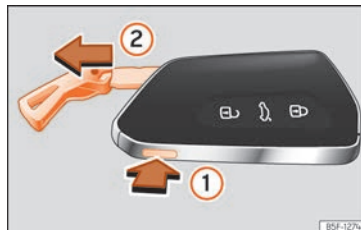

Fig. 83 Clé du véhicule : retirer le panneton.
- En appuyant une fois sur le bouton » fig. 83 (1), le panneton est libéré et un œillet apparaît en guise de porte-clés.
- Maintenez le bouton ① enfoncé tout en tirant sur l'œillet dans le sens de la flèche » fig. 83 ② pour extraire entièrement le panneton.